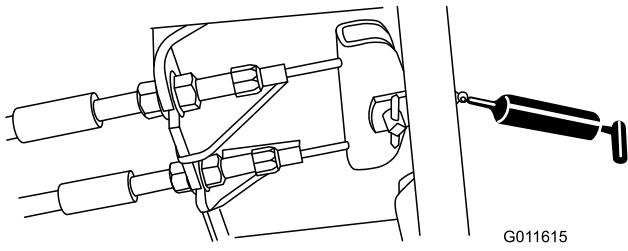

Figura 51
- Pedale del freno (1) (Figura 51)